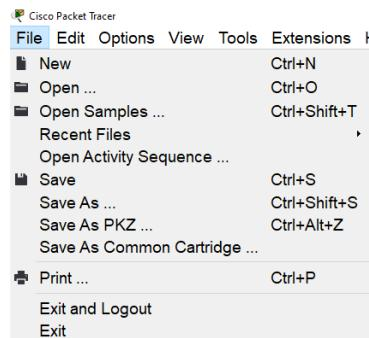

Fig. 13. Opțiunile din meniul derulant al tabului Fisier.
- *Fisier* – prin click pe acesta, apare un meniu derulant precum în Fig. 13, de unde putem selecta opțiunile dorite.